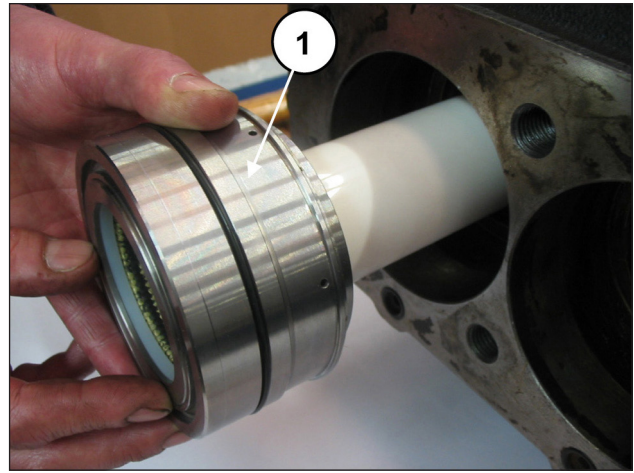
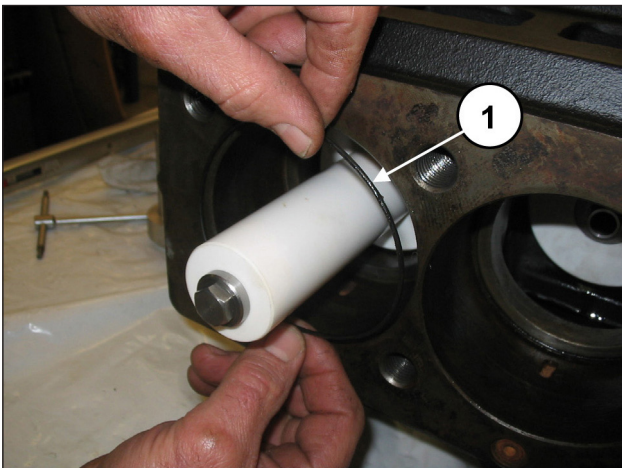

Abb. 168
Abb. 167
Eichen Sie die Schrauben mit einem Drehmomentschlüssel, wie in Kapitel 3 gezeigt. Montieren Sie den O-Ring in das Pumpengehäuse (Pos. ①, Abb. 167) und anschließend die Gruppe Buchse-Dichtungshalter (komplett mit demselben O-Ring), die zuvor bis auf Anschlag montiert wurde (Pos. ①, Abb. 168).